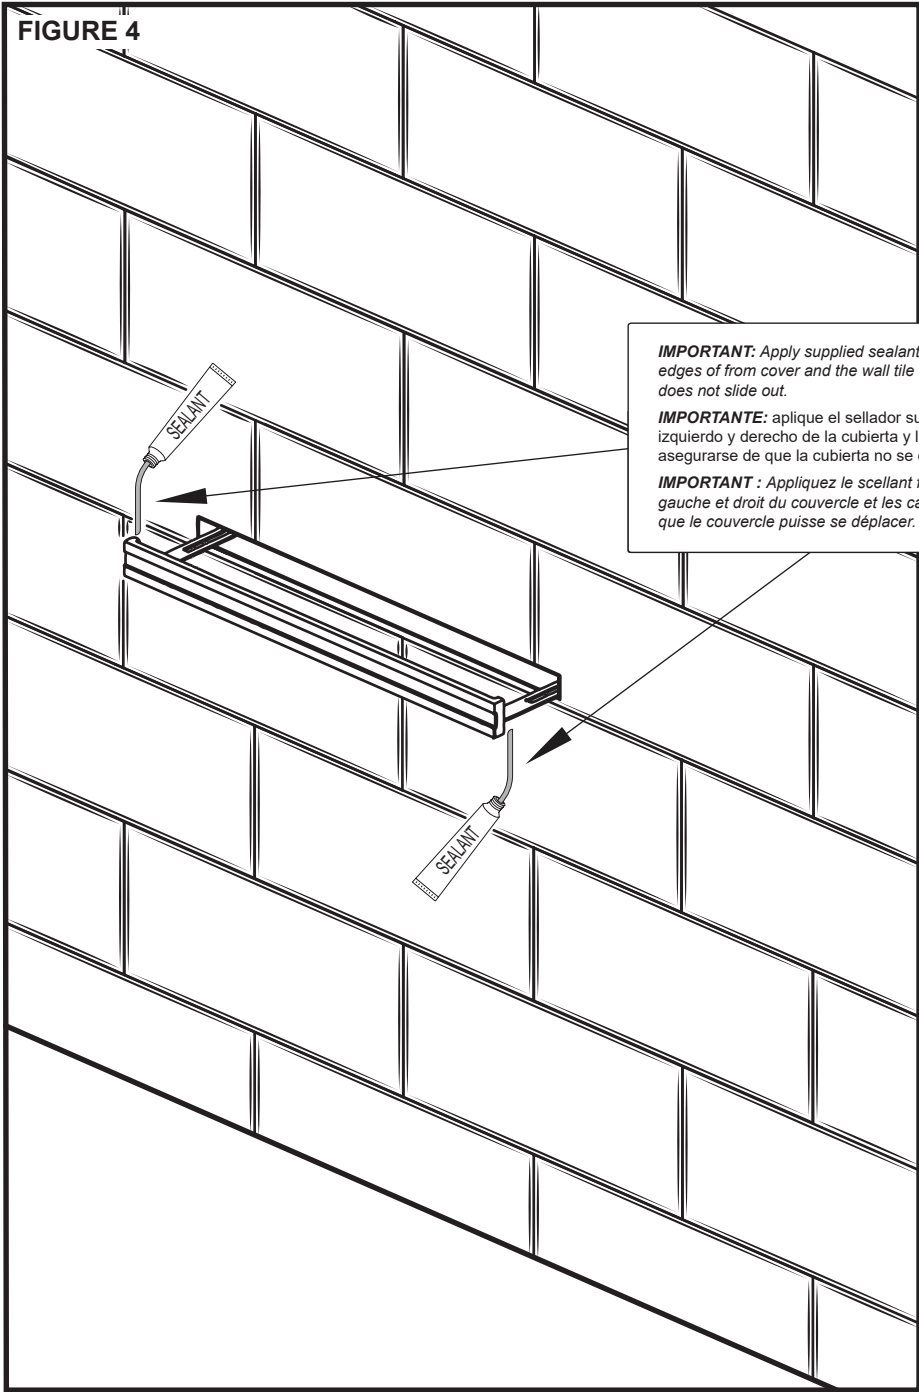

FIGURE 4
- Place the bilateral steam head between wall studs (**See Figure 2**). Make sure that the front lip is placed in such way that it will be flush with the final wall material such as tile or stone (**See Figure 4**). If you are uncertain of the tile/stone thickness at the time of install, the front lip of the steam head may be slightly recessed back into the wall but must NOT be placed behind backer board and cannot protrude past front of tile (**See Figure 3**).
- Placez la tête de vapeur bilatérale entre les montants du mur (**reportez-vous la figure 2**). Prenez soin de placer lèvre frontale à égalité de la surface finie du mur, c'est-à-dire la surface en carreaux ou en pierre (**reportez-vous à la figure 4**). En cas de doute quant à l'épaisseur des carreaux ou de la pierre au moment de l'installation, vous pouvez encastrer la lèvre légèrement dans le mur, mais elle NE DOIT PAS se trouver derrière le panneau d'appui ni faire saillie par rapport aux carreaux (**reportez-vous à la figure 3**).
- Apply dabs of supplied sealant between the left and right edges of the front face cover and the wall tile/stone to make sure the cover does not slide out (**See Figure 4**).
- Appliquez un peu du scellant fourni entre les bords gauche et droit du couvercle frontal et les carreaux ou la pierre du mur pour éviter que le couvercle puisse se déplacer (**reportez-vous à la figure 4**).